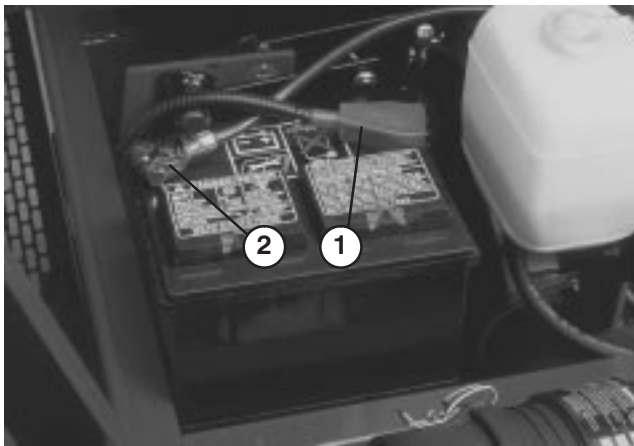

Figure 1
2. Vérifiez que la batterie est fixée en place et vérifiez sa charge avec un hydromètre. Si la batterie a besoin d'être chargée, déconnectez au moins un de ses câbles, de préférence le câble positif (+), avant de brancher le chargeur (Fig. 1).